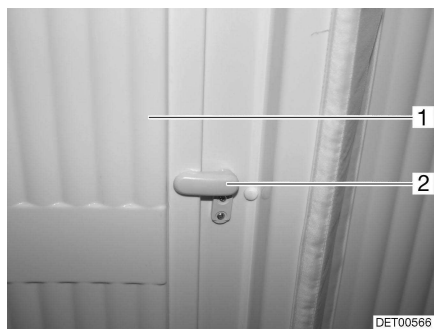

Bild 108 Lås, toaletttrumsbeklädnad
- Ställ handtaget (Bild 108,2) lodrätt och fäll ut toaletttrumsbeklädnadens innerdel (Bild 108,1).
- Fäll in toaletterumsbeklädningens innerdel (Bild 108,1) och ställ handtaget (Bild 108,2) vågrätt.